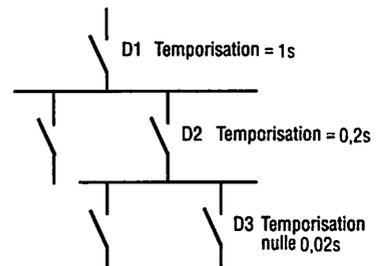

Fig. 15 : Sélectivité chronométrique.
6.2. Sélectivité chronométrique (fig. 15)